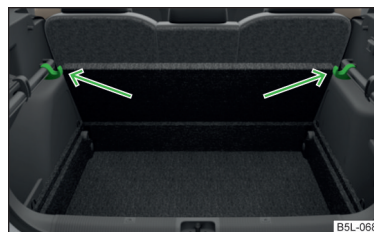

Fig. 88 Suelo de carga variable fijado en posición levantada
- Apoye el suelo de carga variable en los ganchos abatidos » fig. 88.